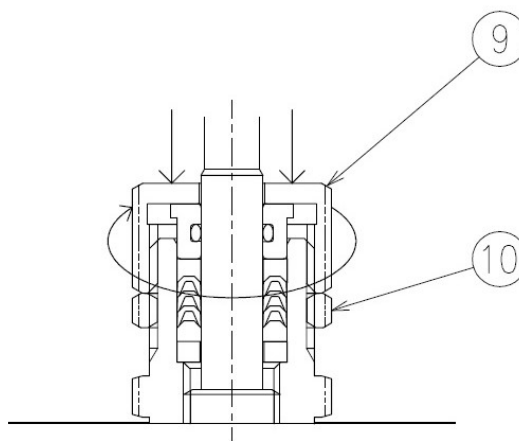

図 2 グランドナット詳細
- (1) グランド部からの漏れはないか。漏れがあった場合はグランドナットの増し締めを行ってください。増し締めは 10.ロックナットを緩め、9.グランドナットを 1/6～1/2 回転程度締め付けてください(ハンドルを回しながら、ハンドルがやや重く感じる程度までグランドナットを締め付けてください)締め付け後グランド部から漏れないことを確認してください。最後に緩めた 10.ロックナットを締め付け、9.グランドナットを固定してください。(図 2 参照)